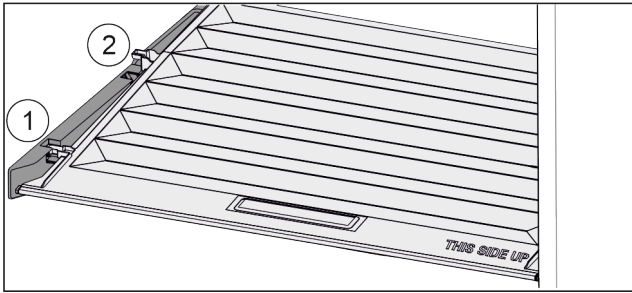

Fig. 115
- Kapağı tutma parçalarındaki girişle kadar öne çekin Fig. 115 (1)
- Arkada alttan kaldırın ve yukarı doğru alarak çıkarın Fig. 115 (2).